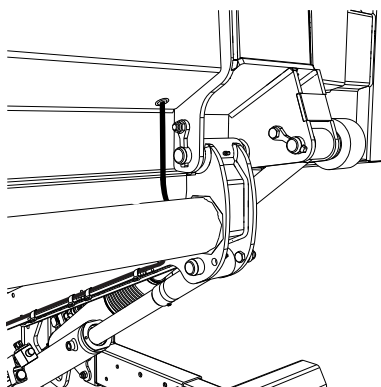
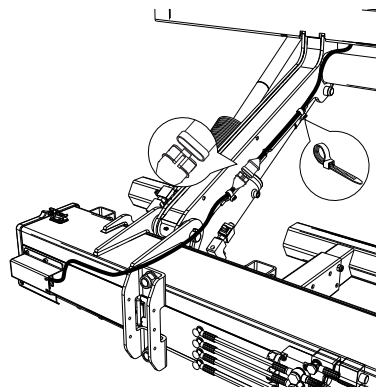
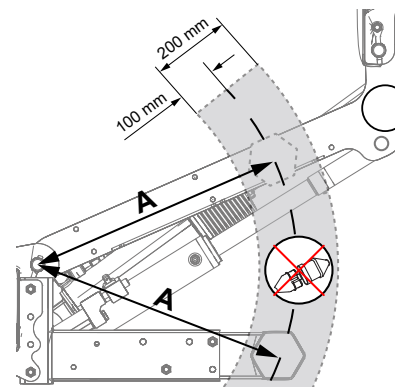

Abbildung 72. Montage der Verkabelung
Abbildung 73. Montage der Verkabelung
Abbildung 74. Positionieren des Schnellsteckverbinders
2. Verlegen Sie dann das Kabel und befestigen Sie es mit Kabelbindern gemäß Abbildung 72 und Abbildung 73. Der Schnellsteckverbinder muss so positioniert sein, dass er während der Hubarmbewegung nicht mit dem Unterfahrschutz kollidiert. Den Abstand (A) von der Mitte der Hubarmachse zur Mitte des Unterfahrschutzes messen, siehe Abbildung 74.
3. Denselben Abstand (A) am Hubarm messen, siehe Abbildung 74.
4. Ordnen Sie den Schnellsteckverbinder dann mindestens 100 mm inner- oder außerhalb des Messergebnisses (B) an, siehe Abbildung 74.